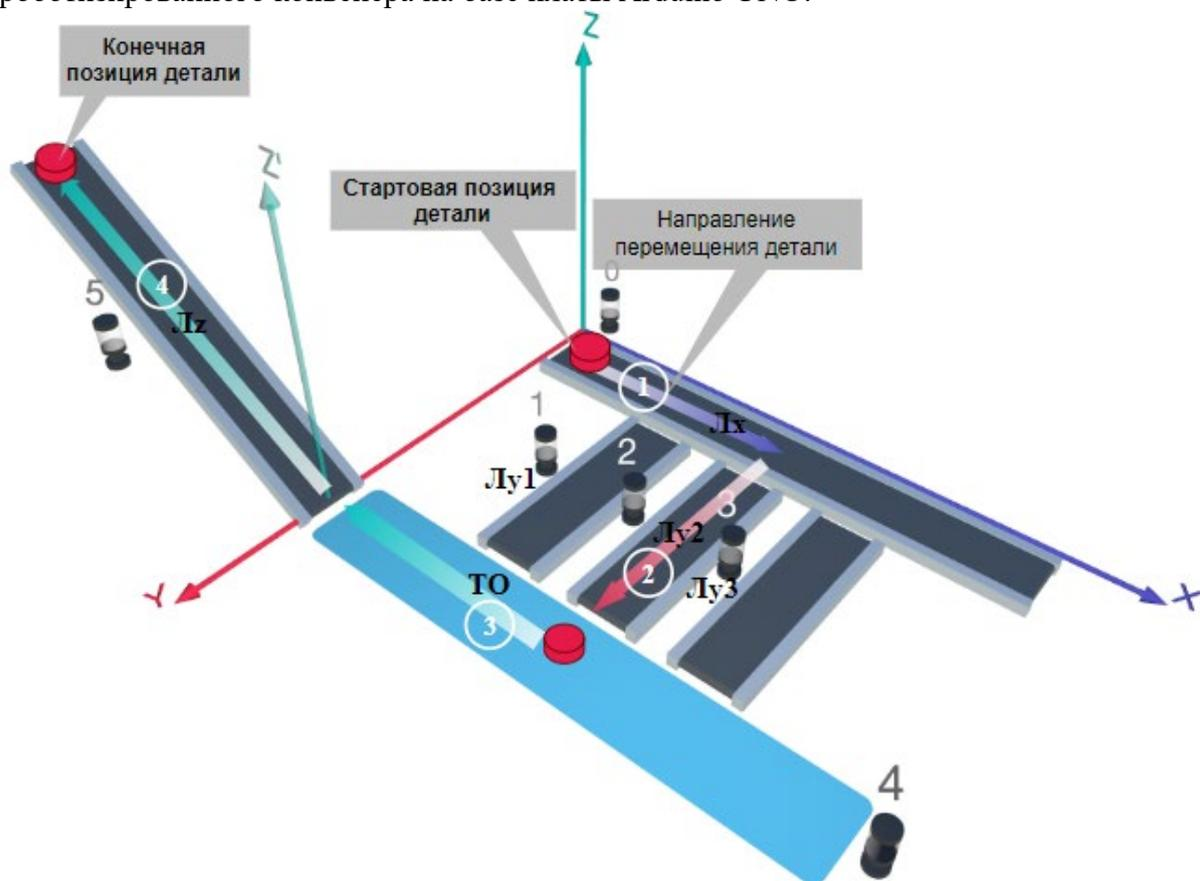

Рис. 1. Схема прототипа роботизированного сортировщика
Современное производство включает процессы распределения и сортировки деталей. Сортировка выполняется конвейерными роботизированными лентами. На рис. 1 ниже рассматривается роботизированный конвейер, включающий 4 участка перемещения и сортировки деталей: два горизонтальных (оси X, Y), один вертикальный (Z) и участок выполнения технологической операции (ТО) сортировки.
Необходимо решить практическую задачу по программированию перемещения детали, которая изображена на рис. 1 условно в виде коричневого цилиндра, по четырем конвейерным участкам роботизированного сортировщика.